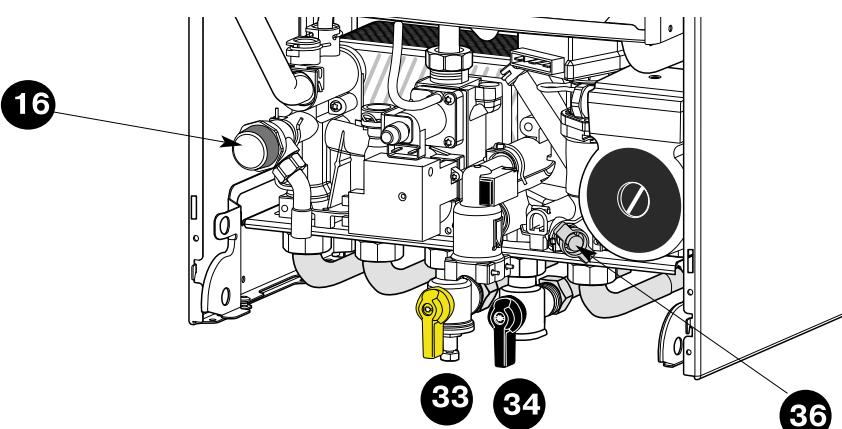

Рис. 20
### Краны и клапаны (рис. 20)
- Откройте кран подачи газа 33 (дополнительно)(рис. 20).
- перекройте подачу газа, повернув кран 33 (рис. 20).